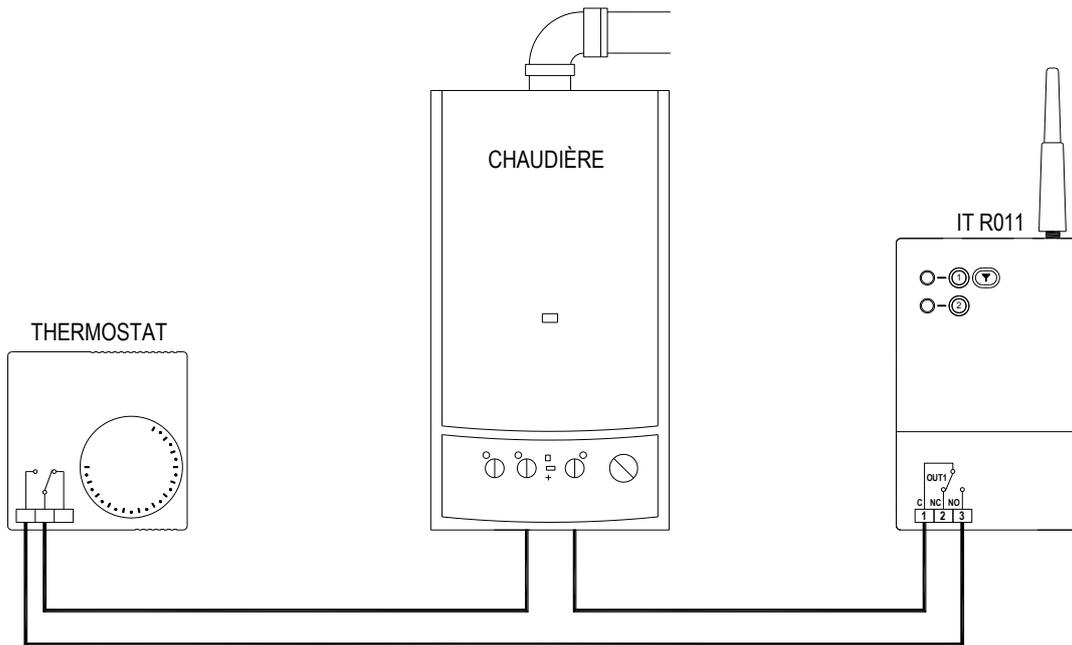

Fig. 9: Exemple d'une connexion en série de l'interface téléphonique avec un thermostat.
**Connexion en série (Fig. 9):** la sortie OUT1 doit être allumée pour activer la chaudière et donc le réglage de la température par thermostat. Pour éliminer le réglage, il faut éteindre OUT1. La consigne du thermostat est toujours sur la température de confort. Si on désire la fonction antigel, il faut l'activer sur l'interface, par la commande ANTIGEL.